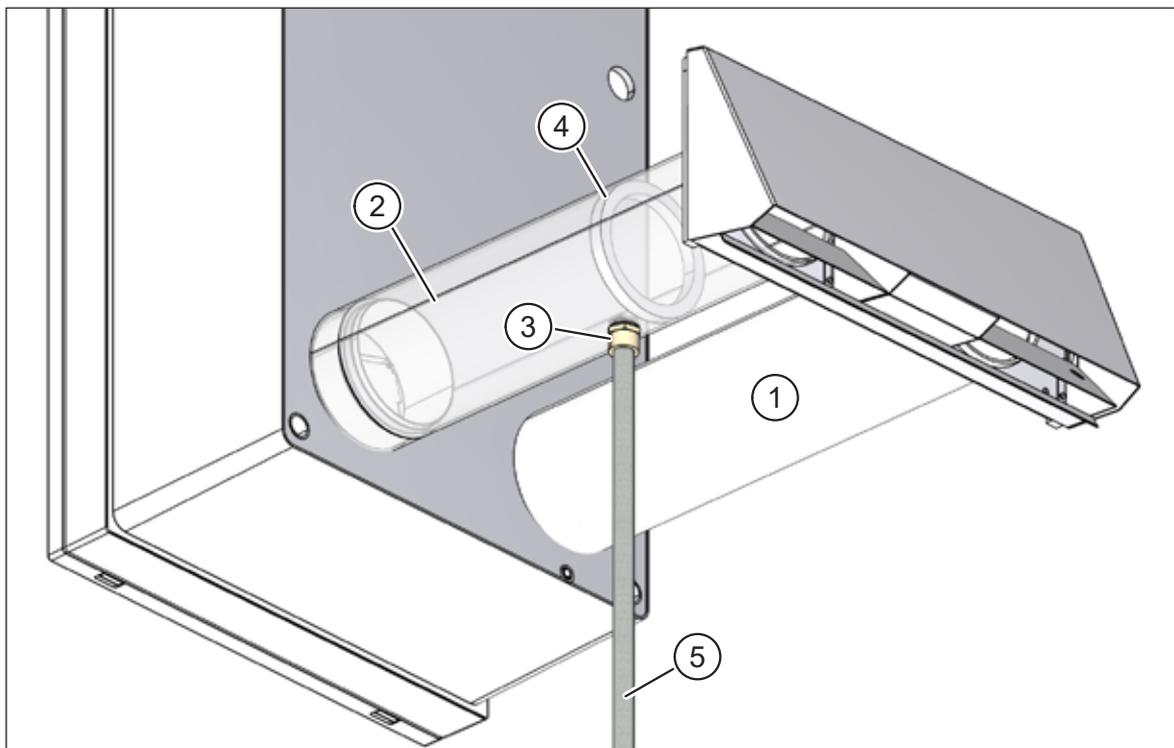

Abb. 63: Kondensatabführung am Fortluftrohr
- Außenluftrohr, DN 100, 0,5 m (Pos. 1 in Abb. 63)
- Fortluftrohr, DN 100, 0,5 m (Pos. 2 in Abb. 63), mit 1/2"-Außengewindeanschluss (Pos. 3 in Abb. 63) und Barriere (Pos. 4 in Abb. 63) zum Rückhalten des Kondensats.
- Schützen Sie das Kondensatableitungsrohr (Pos. 5 in Abb. 63) in kalten Regionen vor Frost, z. B. durch Verlegung hinter der Fassadendämmung.